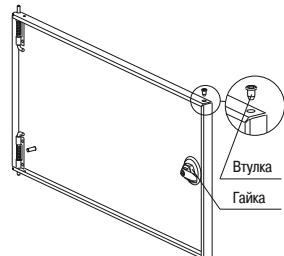

Рисунок 8
1.9 Вставьте в отверстие двери замок, предварительно скрутыв с него гайку. Проверьте правильность установки замка. При правильной установке замок должен переводиться в положение «Закрыто» сверху вниз. Закрепите замок на двери гайкой (рисунок 8).
1.10 Вставьте в отверстия двери, сверху и снизу, пластмассовые втулки (рисунок 8).